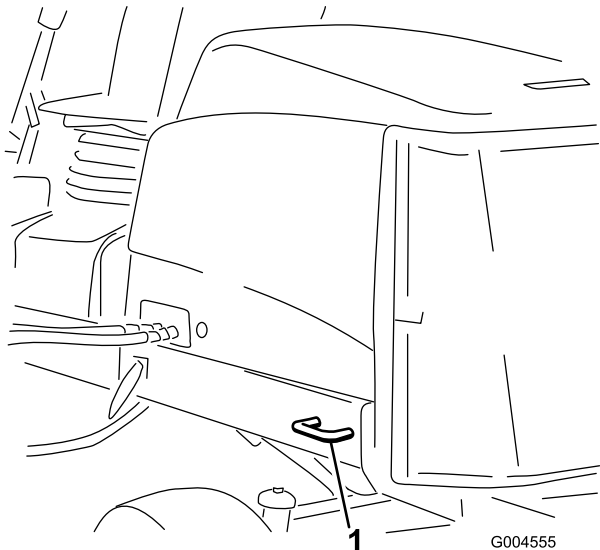

Figura 44
- Traseira – cada lado da máquina na estrutura traseira (Figura 44).